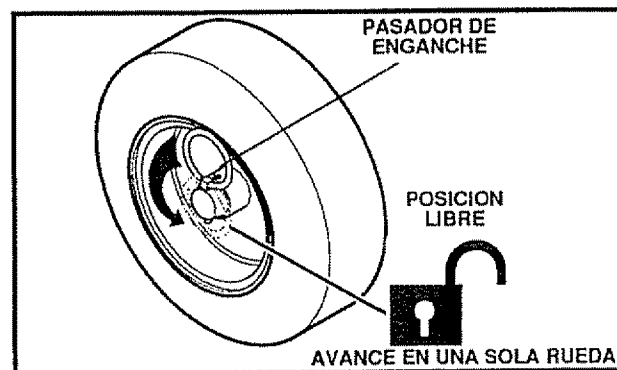

FIG. 12B
- Para mayor maniobrabilidad en condiciones de nieve ligera, desconecte el pasador (sáquelo de la posición de enganche de la rueda) e introdúzcalo en el orificio para tracción sencilla (desenganche solamente el orificio del eje) - vea la Fig. 12B.